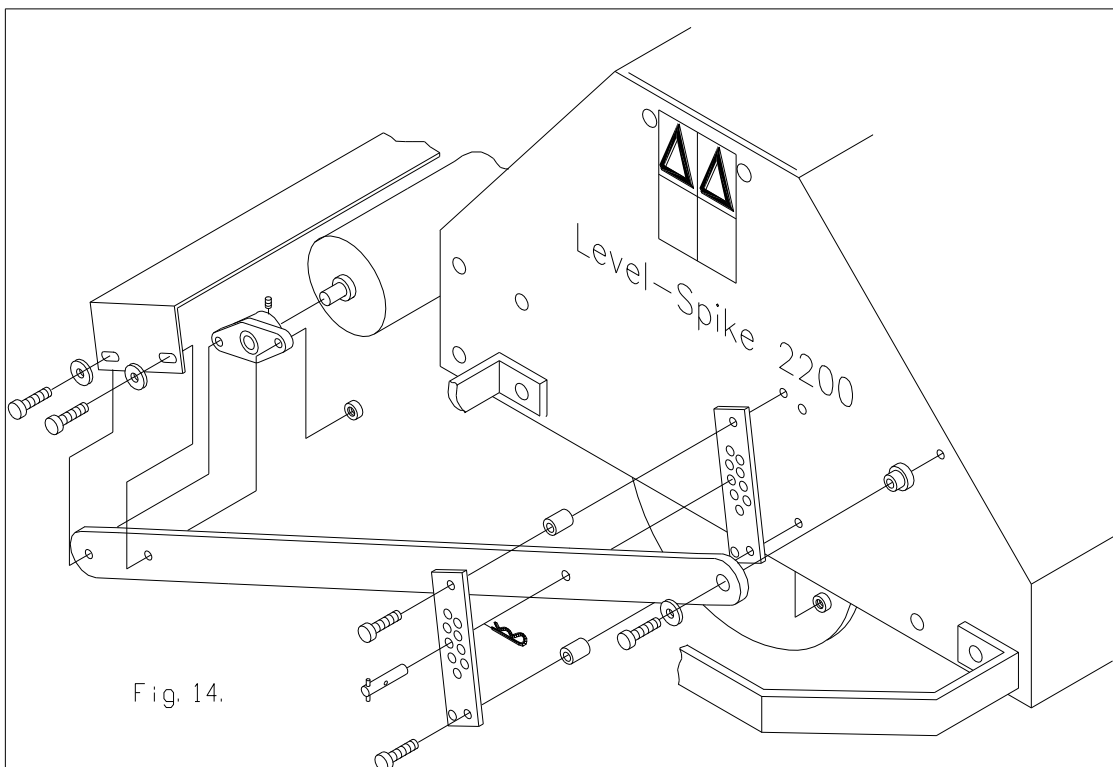

Fig. 14.
11.5 HINTERER ROLLENSATZ, siehe Abb. 14.
Für beide LEVEL-SPIKES ist ein hinterer Rollensatz (# 213.170.002 für 1700 und # 213.220.002 für 2200) verfügbar. Aus Abb.14. geht die Montage der hinteren Rolle hervor. Diese ist sehr einfach.